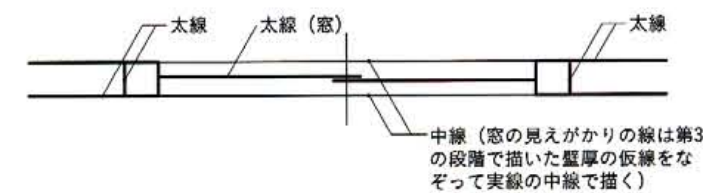

図21 引違い窓の描き方
(1) 開口部には第2章29-31頁で示したいろいろな表示記号があるが、原則として、それらを使って建具を中線で描く。
(2) 引違い窓（サッシュ）の両側の窓の見えがかりの線を実線の中線で描き、窓部分を実線の太線で描く [図21]。